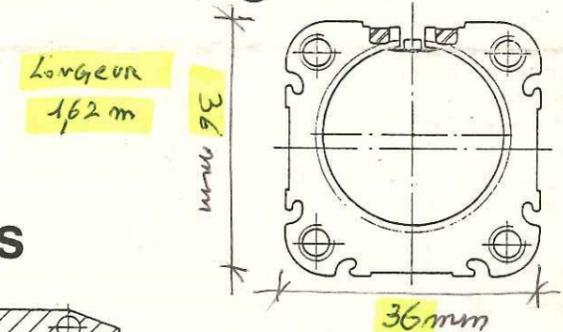

Fig. 1.
2. Einlegen des Bandes in das Zylinderrohr mit der ebenen Seite zur Nut gewendet. (Siehe Bild 1)